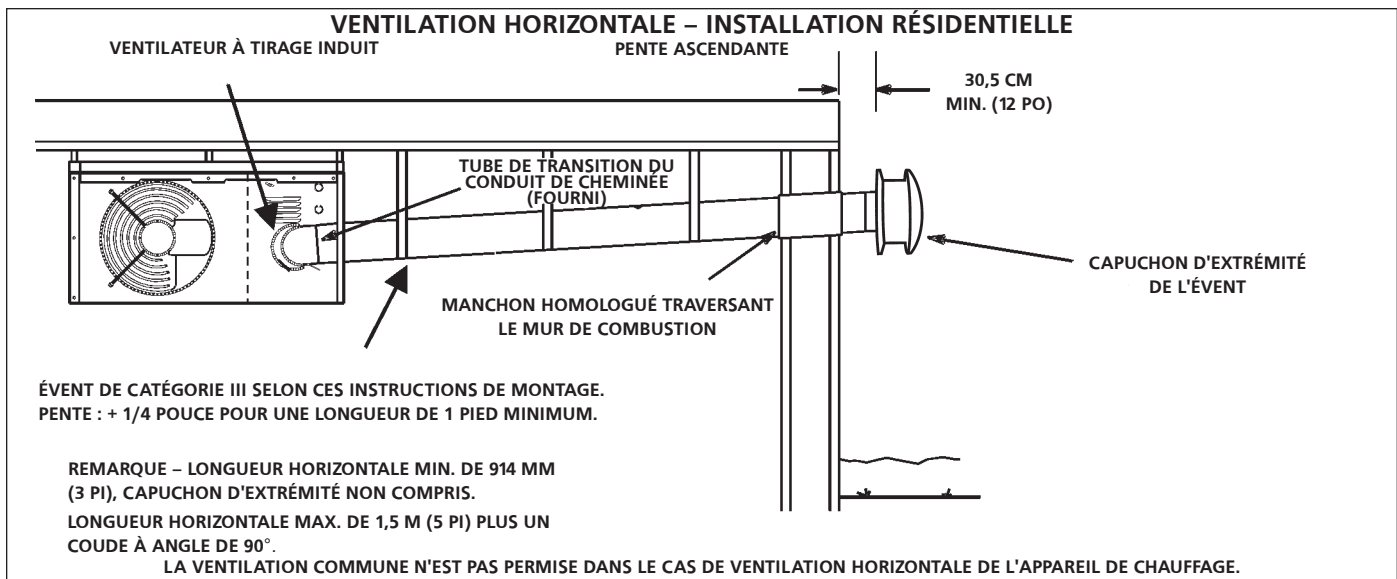

FIGURE 6
1. Pour les installations résidentielles horizontales, ces appareils sont certifiés comme appareils de catégorie III. **Ventilation A - Recommandations et exigences générales et C - Ventilation horizontale générale et E - Ventilation horizontale - Résidentielle.** Reportez-vous à la **figure 6**.